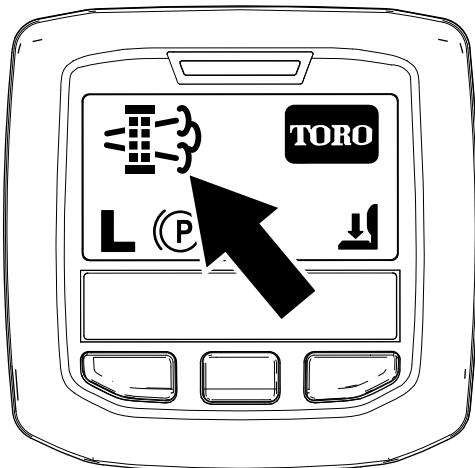

Figure 53
- Quand le calculateur moteur demande une régénération en stationnement ou une régénération d'urgence, l'icône de demande de régénération (Figure 53) s'affiche sur l'InfoCenter.